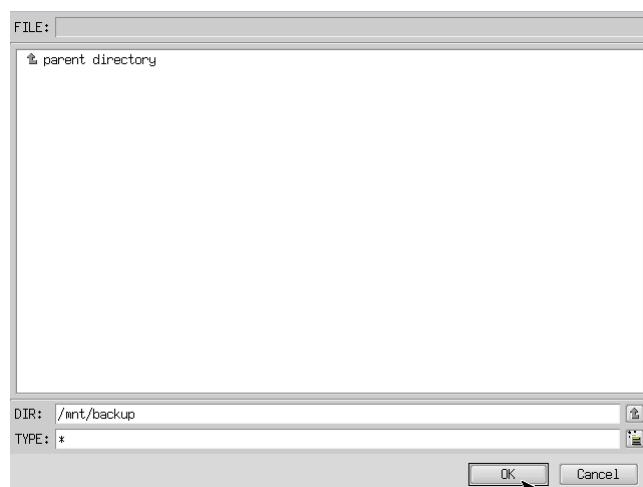

図 5-4-3. フォルダ参照画面
- ⑦ フォルダ参照画面（図 5-4-3）が表示されます。②で接続したパーティションは、/mnt にマウントされますので、/mnt 以下のフォルダを選択してください。[OK] を押すとフォルダ選択画面にもどります。